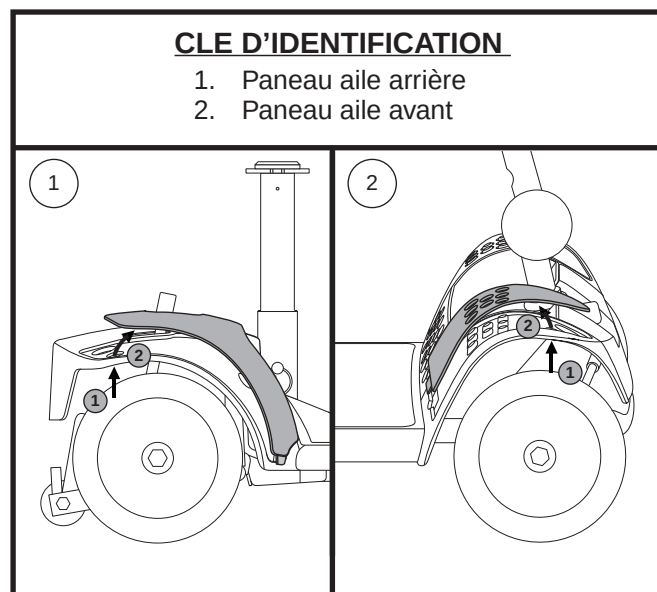

Figure 15. Panneau aile
2. Poussez dans l'orifice afin de séparer le panneau du Travel Scooter. **Voir la figure 15.**
**NOTE:** Lors de l'installation des panneaux d'ailer arrière et avant, assurez-vous de bien insérer l'onglet dans sa fente avant de fixer le panneau en place. Voir la figure 15.